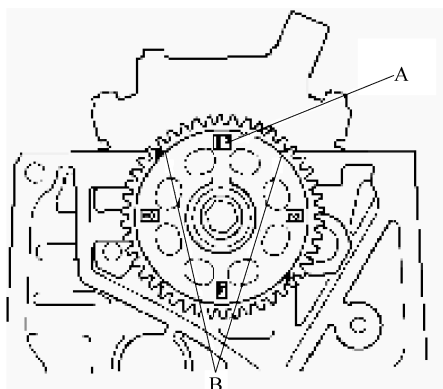

图 2-99 将凸轮轴置于 TDC 位置
轮轴链轮上的一个“向上”标记(A)应位于顶部。凸轮轴链轮上的 TDC 冲印标记(B)应与缸盖的顶部边缘对齐,见图 2-99。
2) 将 1 号活塞置于上止点(TDC)位置。凸轮轴链轮上的一个“向上”标记(A)应位于顶部。凸轮轴链轮上的 TDC 冲印标记(B)应与缸盖的顶部边缘对齐,见图 2-99。